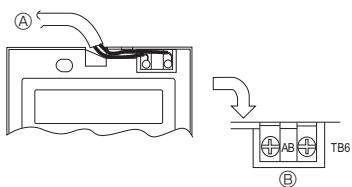

Fig. 6-4
2) Méthodes de connexion (Fig. 6-4)
- ① Connecter le cordon de la télécommande au bornier.